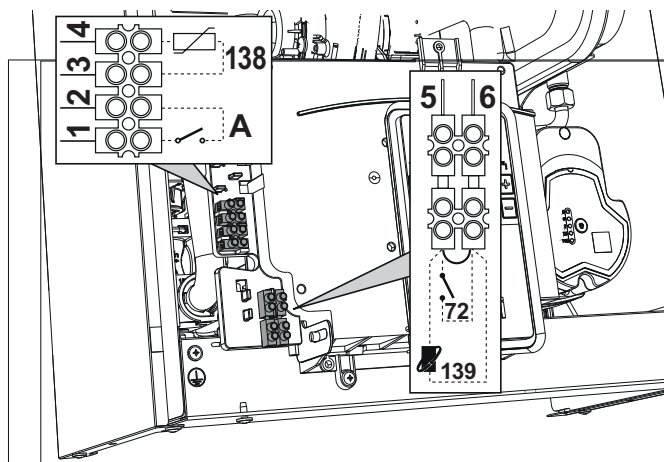
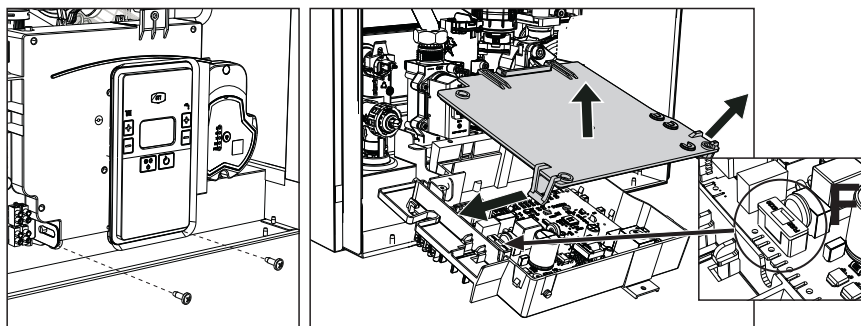

fig. 19
fig. 20
Después de quitar el panel frontal (*** 'Apertura del panel frontal' on page 86 ***) es posible acceder a las borneras (M) y al fusible (F) como se indica a continuación (fig. 19 y fig. 20). **Los bornes indicados en la fig. 20 deben tener contactos secos (no 230 V).** La posición de los bornes para las diferentes conexiones también se ilustra en el esquema eléctrico de la fig. 46.
Configuración del interruptor ON/OFF (A, fig. 20)